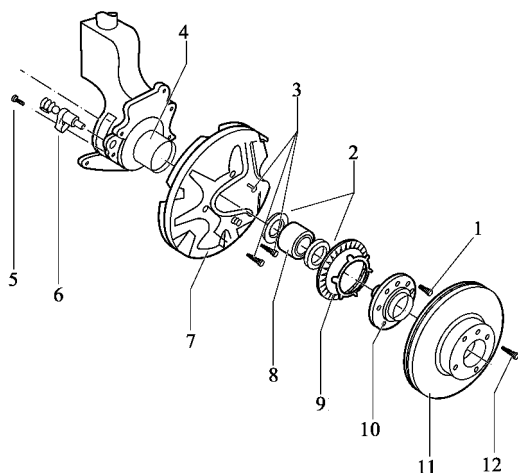

图 7 - 29 前轮转速传感器和前轮轴承的安装位置图
前轮转速传感器和前轮轴承的安装位置 ,如图 7 - 29 所示。
(1) 检查前轮齿圈 前轮轴承损坏或轴承轴向间隙过大时 ,会影响前轮传感器的间隙。
① 举升起前轮 ,使之离地 ,用双手转动前轮 ,同时感觉前轮摆动是否异常。若轴承轴向间隙过大 ,则要检查齿圈轴向跳动 (如图 7 - 30 所示)。轴向跳动应不大于 0.3 mm 。
② 若前轮轴承损坏或轴向间隙过大时 ,则应更换轴承。
③ 若出现齿圈轴向跳动过大 ,而引起传感器与齿圈擦碰 ,造成齿圈变形或齿数残缺不全 ,则应更换前轮齿圈。